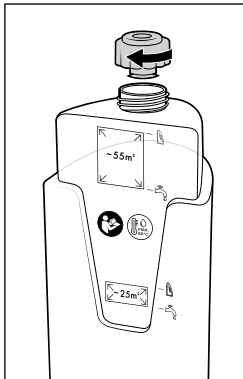

Abb. 10
- ◆ Schrauben Sie den Deckel des Frischwasserbehälters **11** wieder zu (siehe Abb. 10).